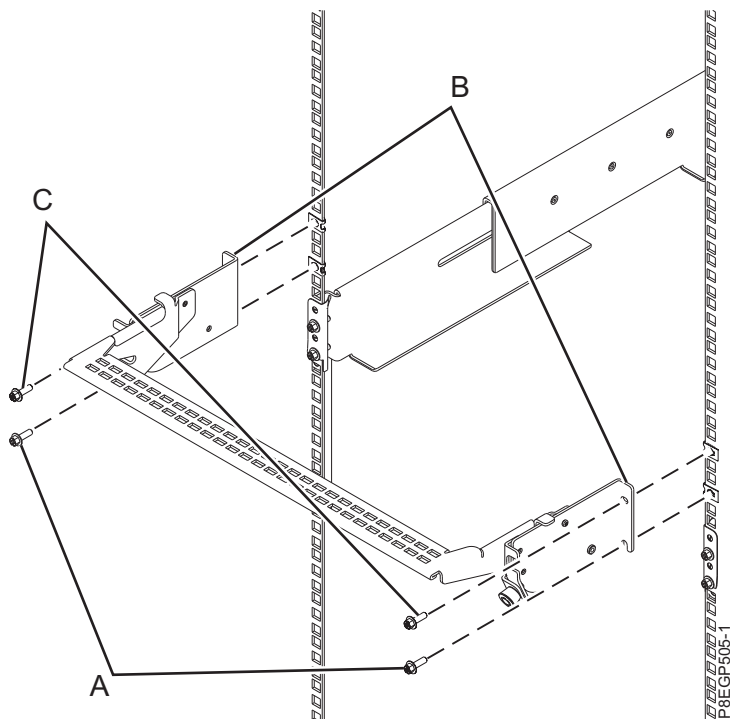

図 11. ケーブル管理ブラケットの取り付け
- a. ラックの背面で、2 本の M5 ねじ (A) を、ナット・クリップが取り付けられているドロワー・レール・クランプの真上に軽く締めます。この 2 本のねじは、ケーブル管理ブラケットをラックに対して支える底部のねじになります。14 ページの図 11 を参照してください。
- b. 取り付けフランジの底部を 2 本の M5 ねじの上からケーブル管理ブラケット (B) の上に置き、ラックに対してブラケット・フランジを支えます。
- c. 14 ページの図 11に示すように、ブラケットの取り付けフランジ (B) がラック・フランジの上部の穴の位置と合うようにブラケットを位置合わせします。
- d. ナット・クリップが取り付けられているレール・クランプの上で、2 本の上部 M5 ねじ (C) を完全に締めます。
- e. 底部の 2 本の M5 ねじ (A) を完全に締めます。